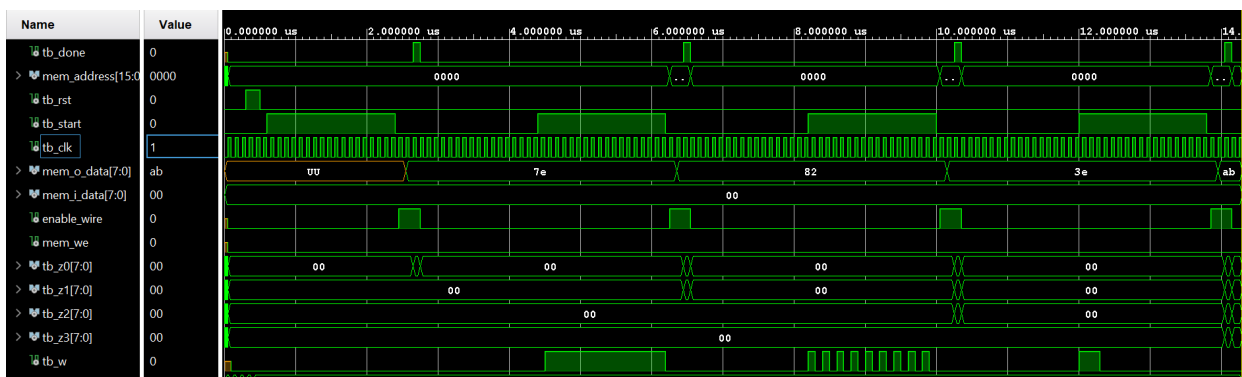

Figura 7
1.1. Indirizzo completo: verifica che il componente riconosca l'indirizzo massimo, ovvero quello composto da sedici bit 1, e l'indirizzo minimo, ovvero quello composto da sedici bit 0. Di seguito in figura 7 la waveform prodotta da questo test;